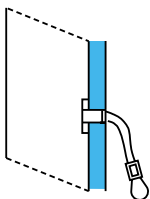

Fig. 6
- 10 Poussez vers le bas la tige plastique inférieure du goujon et brisez-la au ras du mur (voir Figure 6).